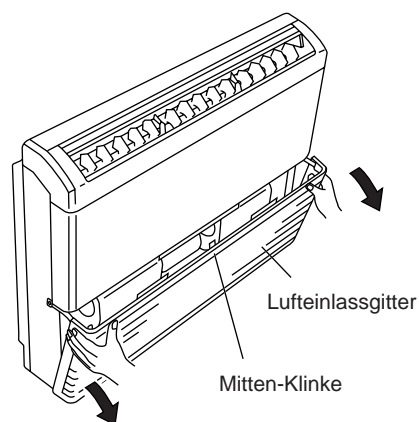

Abb.1
- (1) Ziehen Sie an beiden Seiten des Lufteinlassgitters, um es zu oeffnen (Abb. 1).